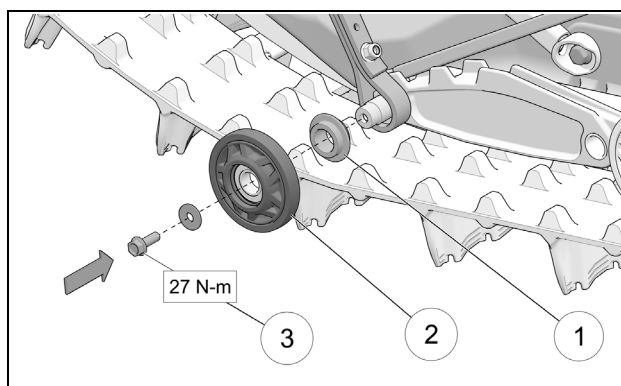

Figure 14
- Réinstaller la bague espaceur (1) et la roulette (2) sur l'arbre de roue. Serrer le boulon (3) au couple de 27 N-m (20 lb-pi). Figure 14.
*NOTE : Faire attention de placer le grand diamètre de la bague espaceur (1) contre la courroie.*